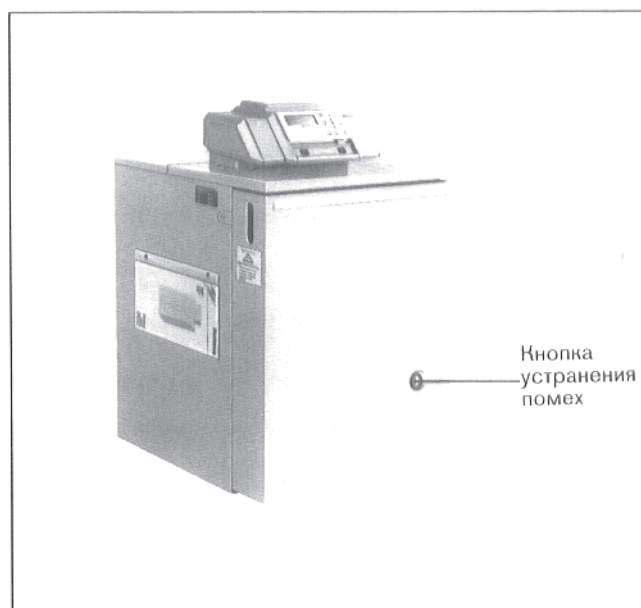

Рис. 5: Кнопка для устранения помех у отопительного котла G\_205 U
- Если светится контрольная лампочка у регулятора (рис. 5), то необходимо нажать кнопку для устранения помех у горелки.